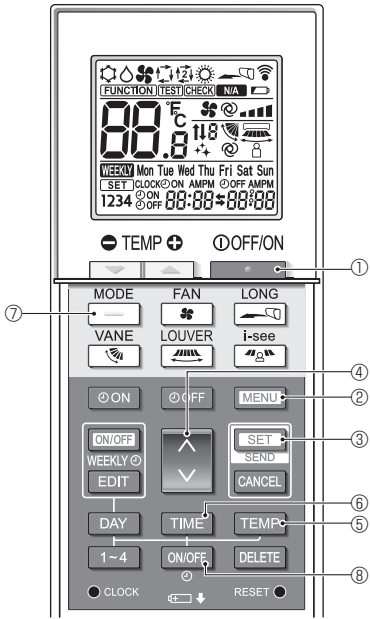

Fig. 6-9
1. Klimayı durdurmak için ● düğmesine ① basın.
2. MENU düğmesine ② basın. İşlev ayar ekranı görüntülenecek ve işlev No. Ⓐ yanıp sönecektir. (Fig. 6-9) İşlev No'sunu değiştirmek için Ⓐ düğmesine ④ basın.